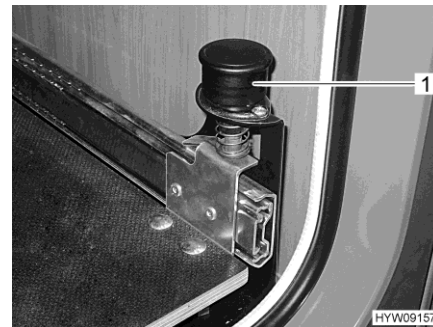

Fig. 90 Bouton avec arrêt à gaz
- Tirer le bouton (Fig. 90,1) vers le haut. L'extension du compartiment à gaz est déverrouillée.